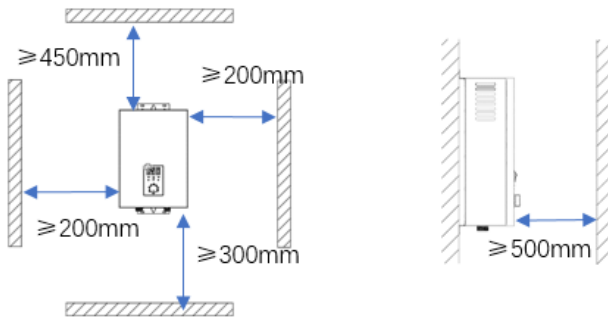

Рис. 6. Минимальные расстояния от электрического котла до поверхностей.
7.3.2 Установка прибора на стену (Рис. 6)
Прибор должен быть установлен в вертикальном положении без наклона. В соответствии с Рис. 6 просверлите установочные отверстия на стене, вставьте анкер в верхнее установочное отверстие для крепления, вставьте пластиковые дюбели в нижние установочные отверстия и закрепите саморезы.